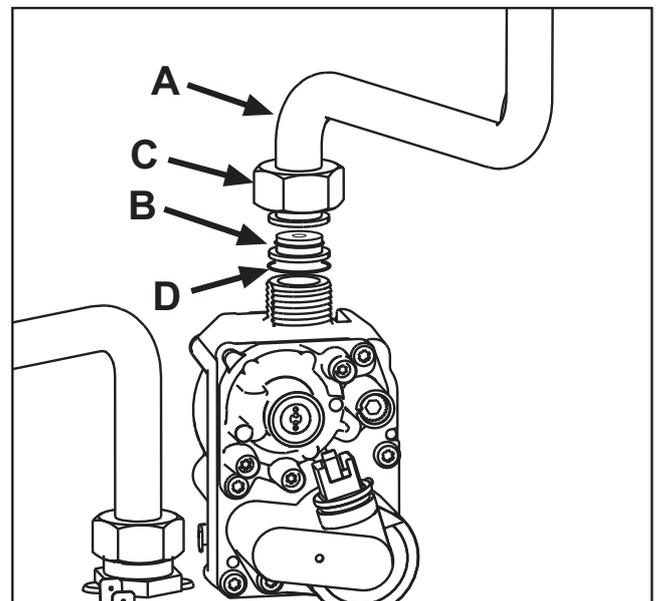

рис. 22
3. Открутите колесико **C** и снимите газовую трубу **A** с газового клапана (см. рис. 22);
4. Замените форсунку **B** на себя вставленную в газовую трубу, на форсунку, входящую в комплект для переоборудования, поместив между ними прокладку **D** (см. рис. 22).